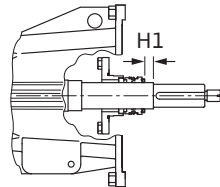

Fig. 31: Ausführung mit Gleitringdichtung
- Fixiering 5.3 auf Welle schieben und unter Beachtung des Einbaumaßes H1 und des Anzugsmoments (siehe Fig. 31 und Tab. 9) montieren.